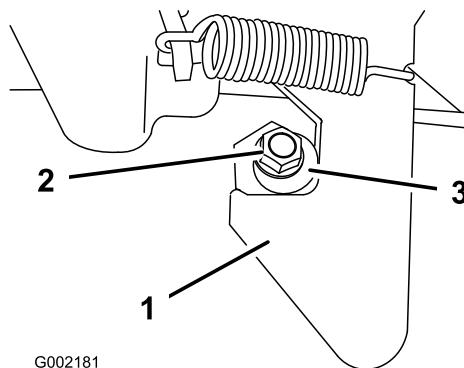

Figura 49
1. Desaperte a porca de bloqueio na extremidade do perno do trinco (Figura 49).
2. Rode o perno do trinco no sentido dos ponteiros do relógio até encostar à zona de gancho do trinco (Figura 49).